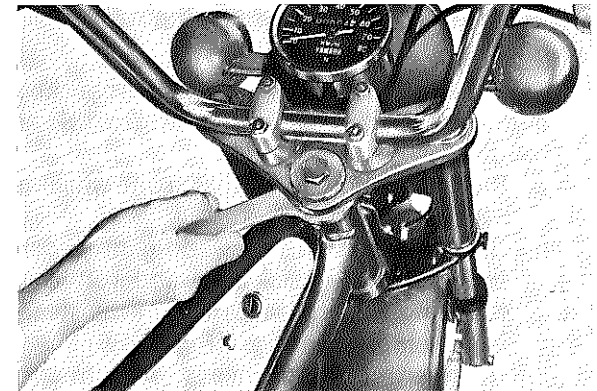

Fig. 2-4-10
- Tighten steering fitting bolt (Fig. 2-4-10)
- Resserrer le boulon de tige de direction (Fig. 2-4-10).
- Lenkungsbefestigungsschraube wieder festziehen. (Fig. 2-4-10)